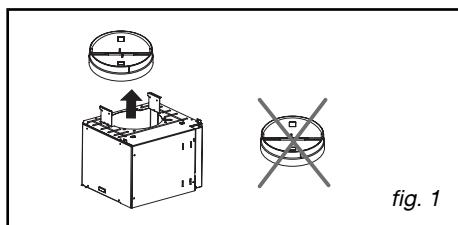

fig. 1
- Retire a válvula de retenção (fig. 1).